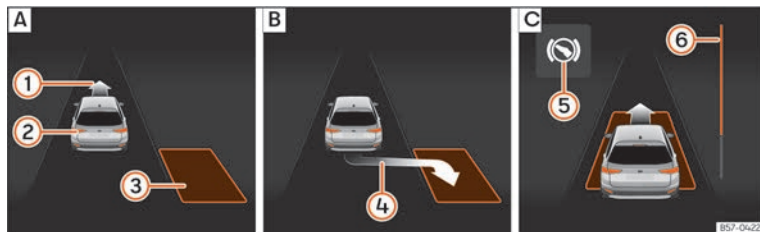
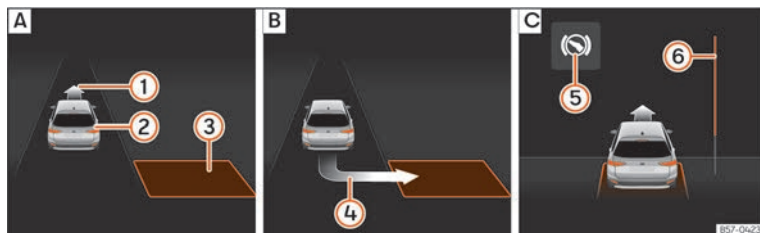

Abb. 205 Am Bildschirm des Kombi-Instruments: längs einparken. [A] Parklücke suchen. [B] Position zum Einparken. [C] Rangieren.
Abb. 206 Am Bildschirm des Kombi-Instruments: quer einparken. [A] Parklücke suchen. [B] Position zum Einparken. [C] Rangieren.
- Schauen Sie auf der Bildschirmanzeige im Kombi-Instrument, ob die Parklücke als „geeignet“ erkannt wurde und ob die korrekte Position zum Einparken » **Abb. 205** [B]
oder » **Abb. 206** [B] erreicht wurde. Die Parklücke wird als „geeignet“ betrachtet, wenn auf dem Bildschirm des Kombi-Instruments die Anzeige zum Einparken erscheint ④.
• Fahren Sie rückwärts, bis das Dauertonsignal des ParkPilot ertönt; **ODER:** fahren Sie zurück, bis auf dem Bildschirm des Kombi-Instruments die Anzeige für Vorwärtsfahren **» Abb. 205 [C]** oder **» Abb. 206 [C]** erscheint; **ODER:** fahren Sie zurück, bis am Bildschirm des Kombi-Instruments die Meldung **Park Assist beendet** erscheint. Die Fortschrittsanzeige **6** zeigt den zurückzulegenden Abstand an **» Seite 307.**
• Fahren Sie vorwärts, bis das Dauertonsignal des ParkPilot ertönt; **ODER:** fahren Sie vorwärts, bis am Bildschirm des Kombi-Instruments die Anzeige zur Rückwärtsfahrt erscheint. Der Parklenkassistent lenkt das Fahrzeug vorwärts und rückwärts bis es in der Parklücke zentriert ist **» Abb. 205 [C]** oder **» Abb. 206 [C].**
» Abb. 205 [6] und **» Abb. 206 [6]** im Display des Kombi-Instruments zeigt symbolisch die noch zu fahrende relative Fahrstrecke an. Je länger die Distanz ist, desto größer ist der Füllstand des Fortschrittsbalkens. Bei Vorwärtsfahrt nimmt die Füllung des Fortschrittsbalkens nach oben ab und bei Rückwärtsfahrt nimmt die Füllung des Fortschrittsbalkens nach unten ab.